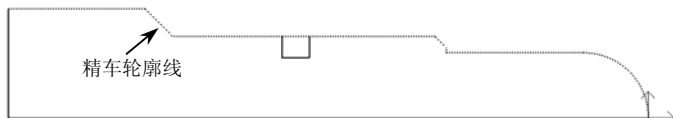

图 6-35 拾取精加工表面轮廓
(2) 拾取加工轮廓 当单击“精车参数表”对话框中的“确定”按钮后，在状态栏中系统提示拾取被加工工件表面轮廓，单击立即菜单，在其下拉菜单中选取“单个拾取”方式，拾取精加工工件表面轮廓，如图 6-35 所示，所有选择的线条都变成了红色，然后单击右键结束被加工工件表面轮廓的拾取。